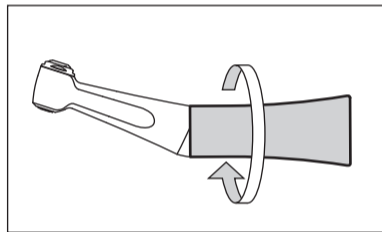

図8
- 1) シャンクを反時計回りに回し、ヘッドを取り外します。(図8)